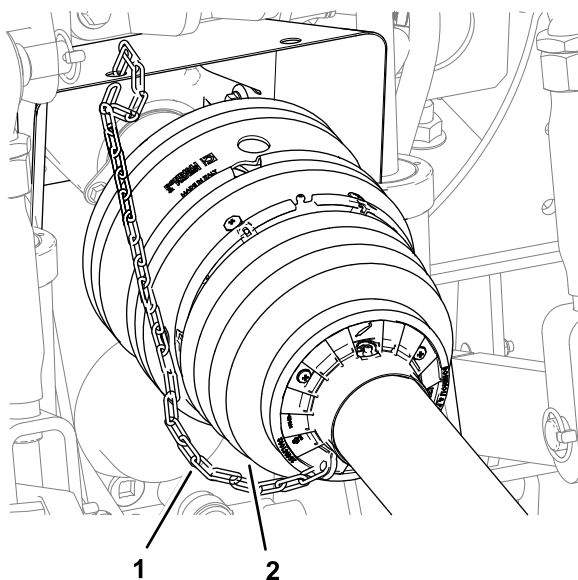

Figure 32
6. Attachez la chaîne de retenue à une partie fixe du véhicule tracteur (**Figure 32**).